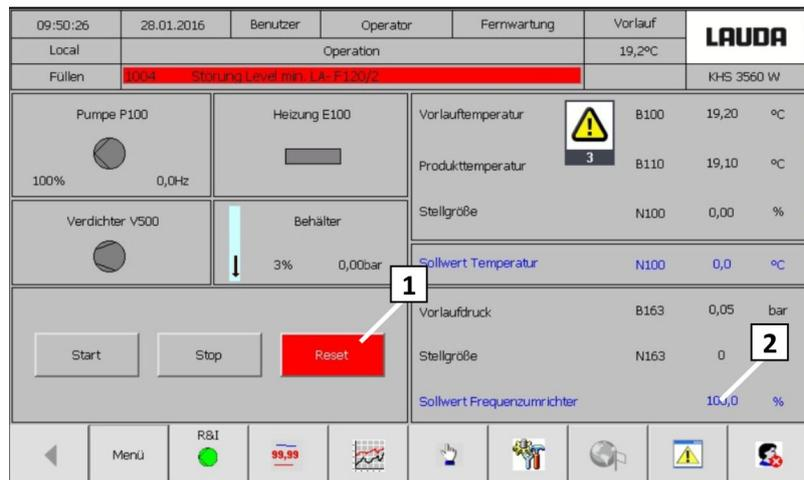

Abb. 31: Bildschirm Betrieb
**17.** Sollwert/Frequenzumrichter antippen (Abb. 31 [2])